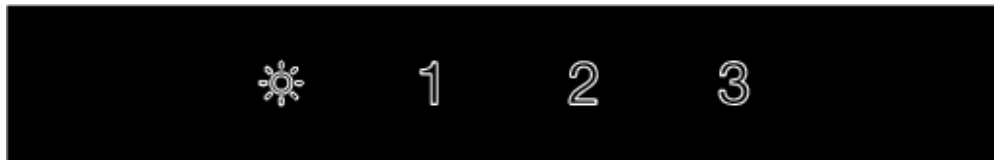

Рис.5
7.3 На зовнішньому склі Вашої витяжки знаходиться сенсорний перемикач режимів роботи двигуна і освітлення (рис.5):